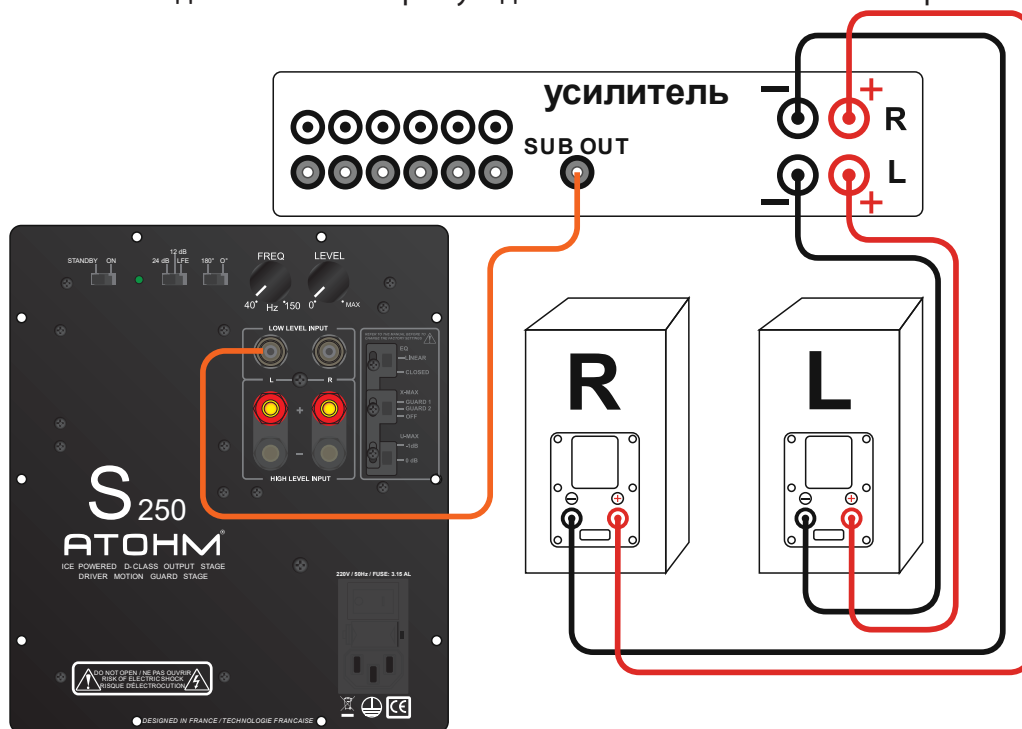

рис. 3
2. РАБОТА С УСИЛИТЕЛЯМИ, ИМЕЮЩИМИ ВЫХОДНОЕ ГНЕЗДО ДЛЯ САБВУФЕРА (Рис. 3)